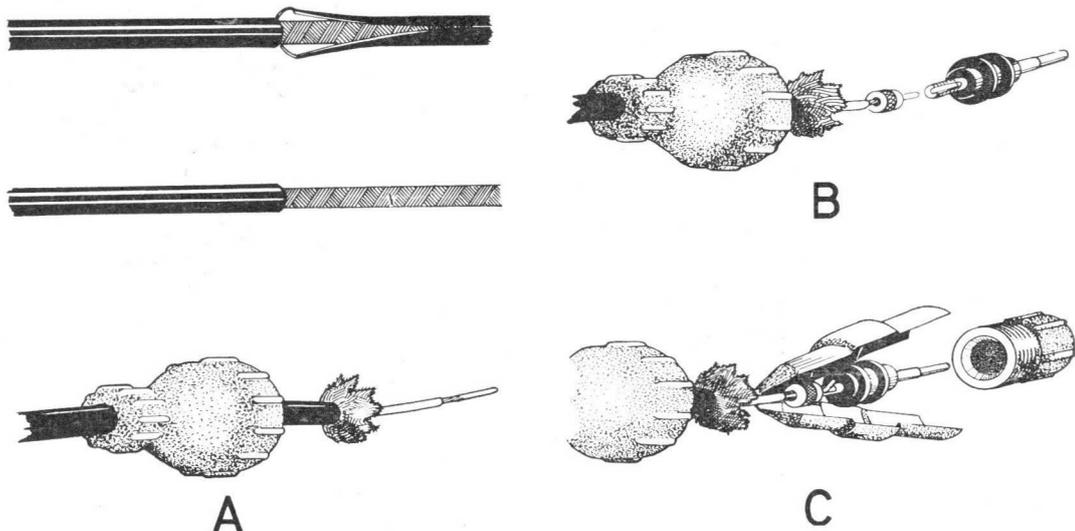

Figure 7.— Préparation du câble coaxial
Se référer maintenant aux figures 7 et 8 pour procéder à la préparation des câbles de mesure.
- ( ) Prendre le câble coaxial en se guidant sur la figure 7. Réaliser une découpe circulaire et une autre en longueur de l'isolant extérieur sur une longueur de 30 mm à partir de l'extrémité (une lame de rasoir constitue l'outil idéal pour ces opérations). Une fois retirée la gaine isolante, faire passer le conducteur par l'intérieur du capot du connecteur coaxial; écartier la tresse métallique et dénuder le conducteur central sur 10 mm, il faut ensuite l'étamer. La figure 7A montre comment doit être préparé le câble coaxial.